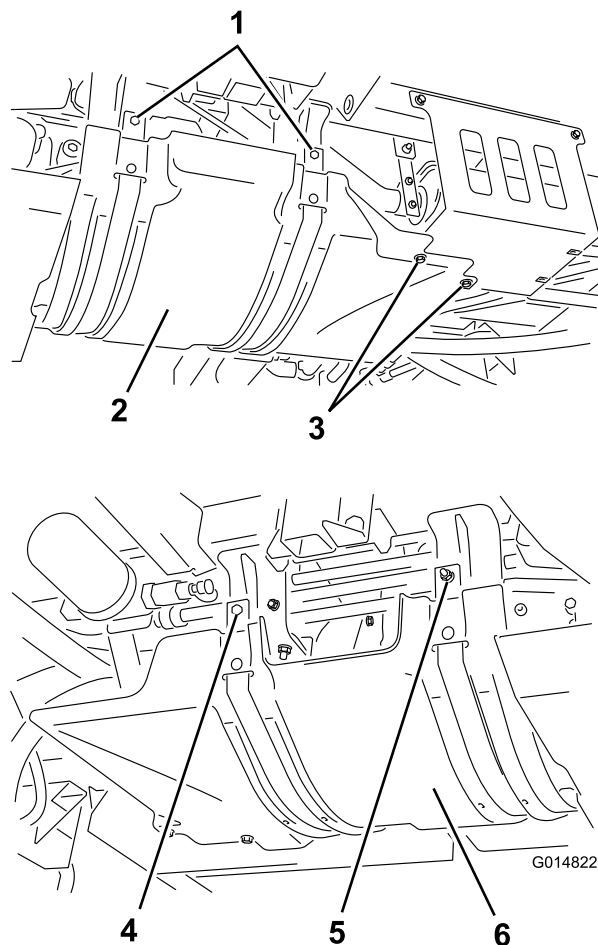

Рисунок 4
2. Прикрепите теплозащитный экран и ремни к монтажной опоре двигателя двумя болтами с шестигранной головкой (на 5/16 x 1-1/4 дюйма), каретным болтом, болтом с шестигранной головкой (на 5/16 x 2-1/2 дюйма) и 4 гаек с фланцем, как показано на Рисунок 4.
**Примечание:** Эти болты заменяют имеющиеся в машине болты (Рисунок 4).